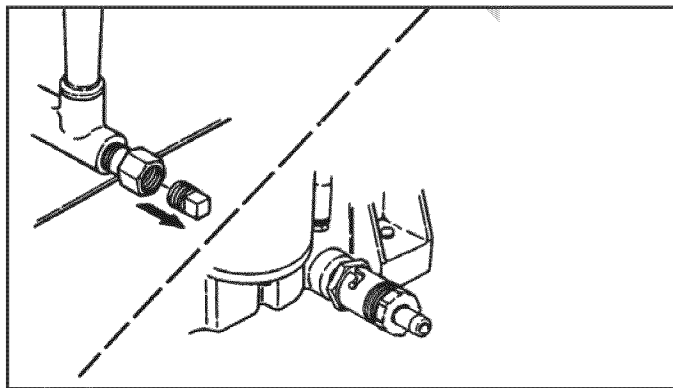

FIGURA 16
4. Ponga un recipiente adecuado debajo del drenaje del aceite (Figura 16). Retire o abra el tapón de drenaje de aceite y deje que el aceite se drene completamente.